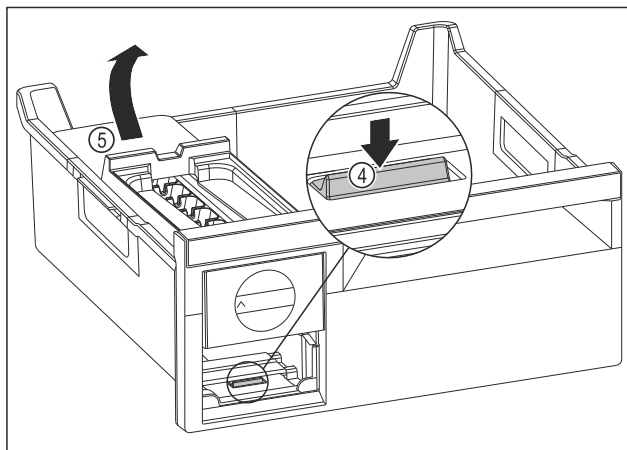

Fig. 87
- ▶ Odoberte korpus EasyTwist-Ice: Strmeň Fig. 87 (4) zatlačte prstom nadol a súčasne druhou rukou zdvihnite zozadu korpus EasyTwist-Ice Fig. 87 (5).